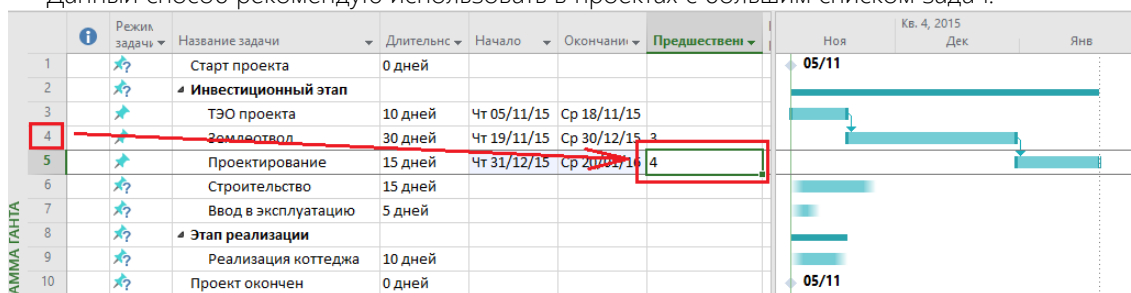

Рисунок 3.27 – Установка связей с помощью полей «Предшественники» или «Последователи»
3. С помощью полей «Предшественники» или «Последователи» (см. ниже рисунок 3.27).